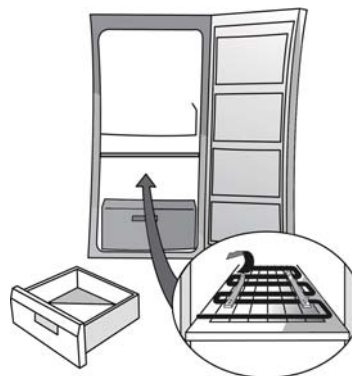

Fig. 1
- Montez les entretoises (Fig. 1, 2 ou 3 en fonction des modèles)